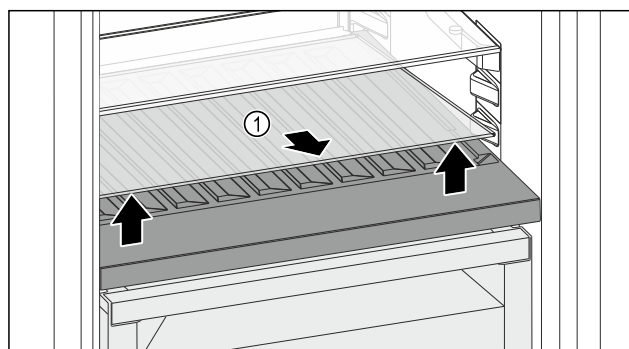

Fig. 86
- 抬起前部槽上的玻璃隔板 Fig. 86 (1) 并取出。
- 将玻璃隔板 Fig. 86 (1) 稳妥地放在冰箱外。